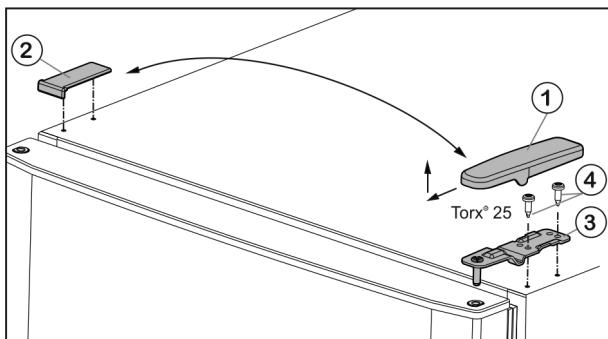

Fig. 5
- Kapağı Fig. 5 (1) öne ve yukarı doğru çekip çıkarın.
- Kapağı Fig. 5 (2) kaldırın.
- Üst yatak mesnedini Fig. 5 (3) sükün (2 x Torx® 25) Fig. 5 (4) ve yukarı doğru çekip çıkarın.
- Yeni menteşe tarafındaki üst yatak mesnedini Fig. 5 (3) kapiya yerleştirin.
- Üstteki yatak mesnedini (4 Nm ile) sıkıca vidalayın (2 x Torx® 25) Fig. 5 (4). Gerekirse akülü tornavida kullanın.
- Kapağı Fig. 5 (1) dıştan karşı tarafa yerleştirin ve yerine oturtun.
- Kapağı Fig. 5 (2) dıştan karşı taraflarına yerleştirin ve yerine oturtun.